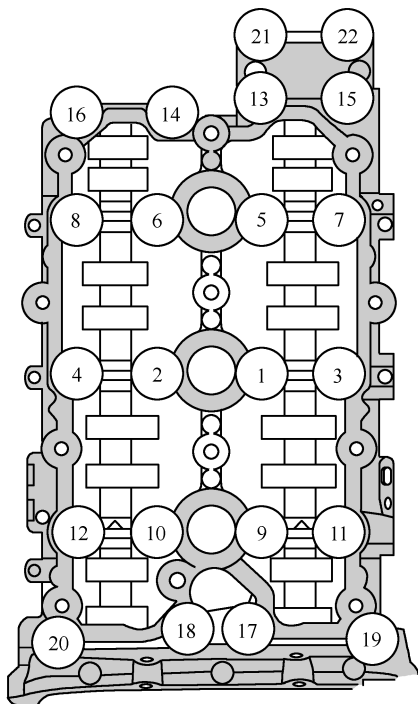

图 1-5-24 拆下左侧气缸盖梯形架
- （4）按图 1-5-24 中顺序 22→1 松开梯形架的螺栓。拆下梯形架，给凸轮轴做好标记并拆下。
(14) 按图 1-5-24 所示顺序 1→22 略微拧紧梯形架的螺栓。梯形架的整个支撑面必须靠到气缸盖上。
(15) 按图 1-5-24 所示顺序 1→22 将梯形架的螺栓最终拧紧。
(16) 齐平敲入密封塞。
(17) 安装凸轮轴正时链。
(18) 安装正时链左右盖板。
(19) 安装气缸盖罩。